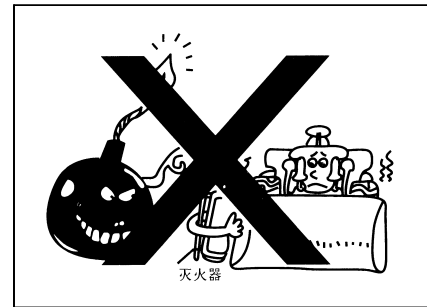

Рис.1-28
- Топливо и смазочное масло, применяемые на погрузчике, относятся к числу огнеопасных предметов. Когда дым и огонь приближаются к оборудованию, это очень опасно. Поэтому следует обращать внимание на нижеследующее(рис. 1-28).